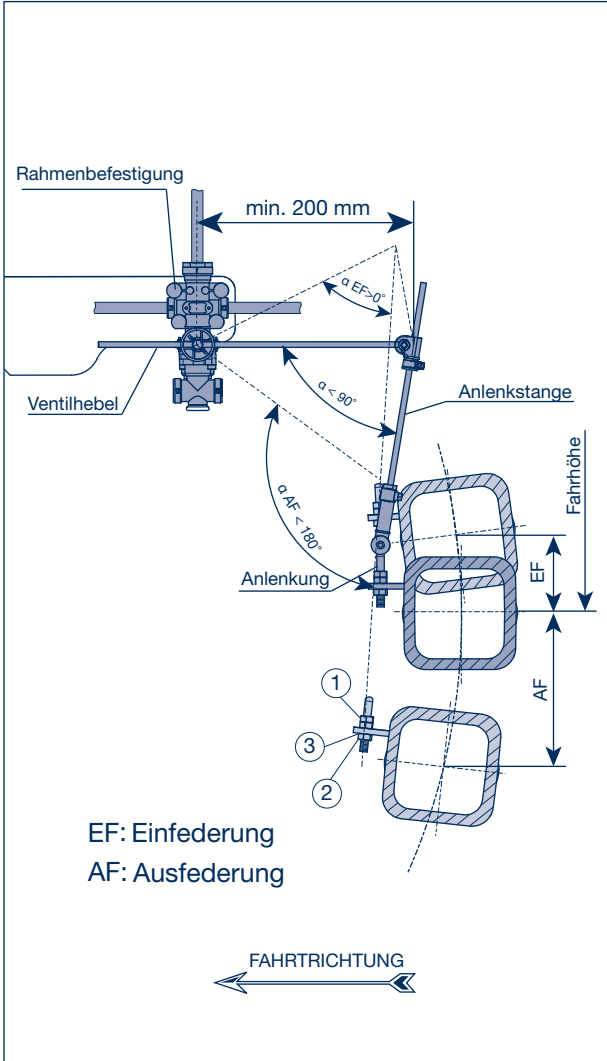

Bild 79
Die angegebenen Winkel (Bild 79) dürfen nicht unter- oder überschritten werden, damit das Ventilgestänge nicht umschlägt.
- [11] Nach Erreichen dieser Einstellhöhen muss der Ventilhebel in die waagerechte Lage gebracht werden (Bild 79).
- [12] Anlenkung (5) in die Befestigungslasche am Achskörper einsetzen. Mutter (2) mit Federring (3) aufschrauben.
- [13] Ventilhebel und Anlenkung durch die Anlenkstange (6) miteinander verbinden. Der Ventilhebel muss sich nach der Montage in waagerechter Lage befinden, ggf. die Doppelmutter (1) entsprechend verstellen und Mutter (3) festziehen, Anlenkstange durch Anziehen der Schraube an den Schellen befestigen.